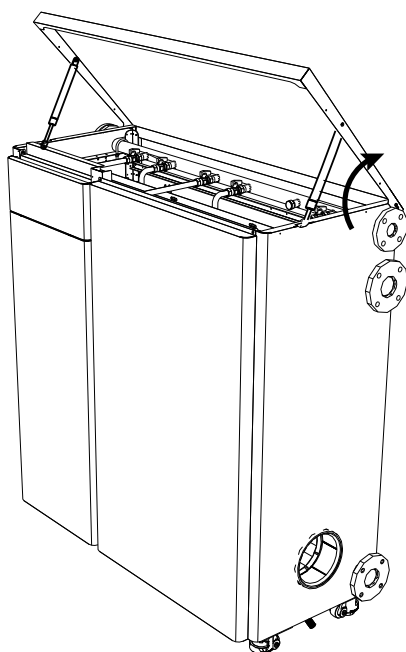

fig. 104
3. Alzare il coperchio (Vedi fig. 104)